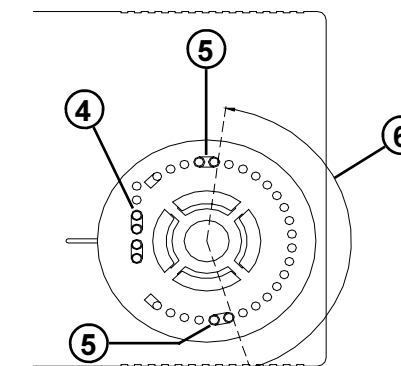

Fig. 3
2. Retirar os pinos mecânicos (4) colocados ao lado da sede do manípulo e posicioná-los (5) como no exemplo da Fig. 3. Dessa maneira (6) o campo de rotação é reduzido como no arco indicado.
- Prelevare i cavalieri meccanici (4) parcheggiati a lato della sede manopola e posizionarli (5) come nell'esempio di Fig. 3. In questo modo (6) il campo di rotazione e' ridotto come nell'arco indicato.
- Pick up the plastic pins (4) parked at one side of the knob area and set them (5) as in the example of Fig. 3. In this example (6) the rotation range is reduced as in the shown angle.